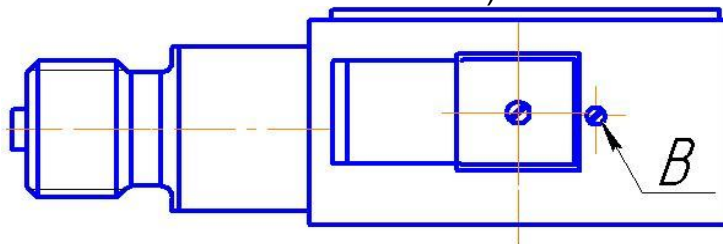

Рис.6. Вид датчика с разъемом, где В – винт.
- при необходимости произвести корректировку сдвига (нуля) при отсутствии измеряемого параметра. При необходимости произвести корректировку сдвига (нуля) при отсутствии измеряемого параметра. Открутить винт (см. рис.6), расположенный над разъемом и удерживать кнопку в нажатом состоянии от 1 до 3 секунд. При отпускании происходит обнуление, если значение давления на индикаторе не превышает $\pm 5\%$ от диапазона измерения.
При нажатии на кнопку (см. рис.6) от 1 до 3 сек и дальнейшем отжатии кнопки – происходит обнуление датчика (корректировка нуля возможна, если значение давления на индикаторе не превышает $\pm 5\%$ от диапазона измерения). При нажатии на кнопку от 3 до 5 сек – на ЖКИ выводится текущий предел измерения – только для многодиапазонных датчиков с ЖКИ индикатором. Для возврата прибора в рабочий режим необходимо отпустить кнопку.